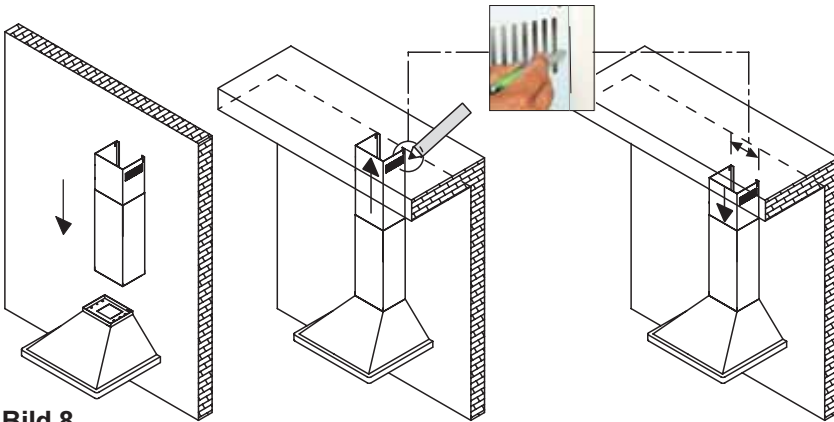

Bild 8
- Den Abzug auf die Oberseite der Haube setzen, das Oberteil bis zur Decke ausziehen und mit einem Bleistift die Seiten kennzeichnen. **Bild 8.**